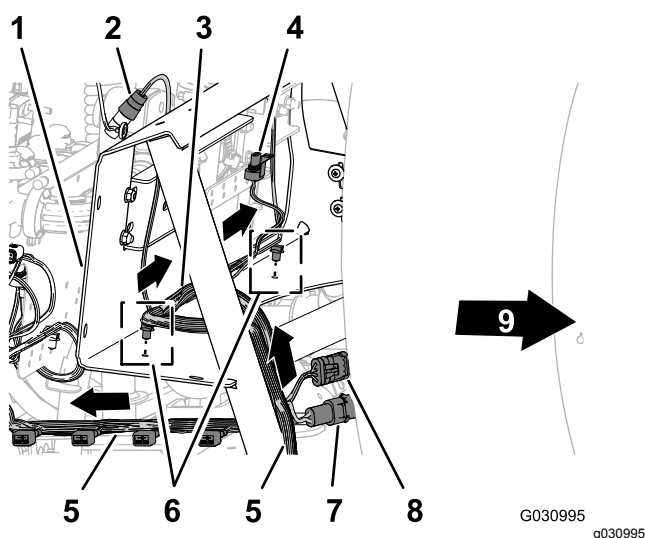

Figura 106
1. Enrute la rama de 218,4 cm del arnés de cables por dentro del tirante del soporte de las válvulas y hacia atrás, hacia el soporte de las 10 válvulas, según se muestra en Figura 106.
2. Enrute la rama de 75,5 cm del arnés de cables del caudalímetro y la válvula de agitación por delante del soporte del distribuidor (Figura 106).
3. Introduzca las grapas de la rama de 75,5 cm del arnés de cables en los orificios de la pestaña inferior del soporte del distribuidor (Figura 106).